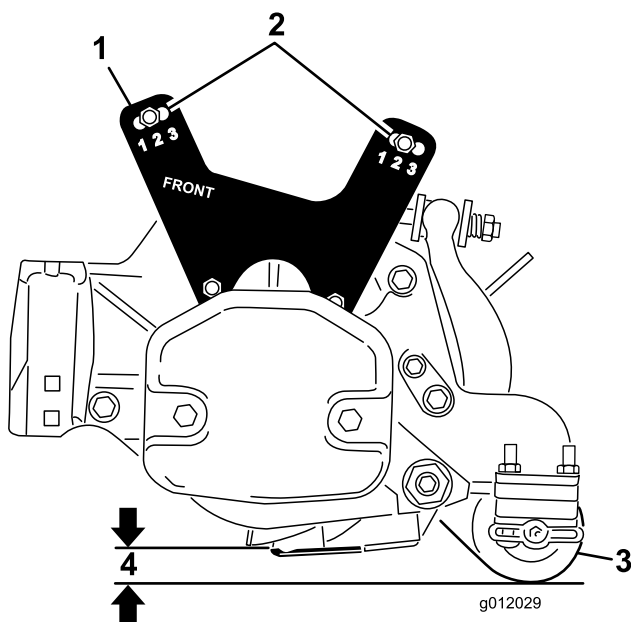

Figura 21
- Baixe a unidade de corte para o chão e meça a distância do chão à parte superior da lâmina de corte, como se mostra em Figura 21